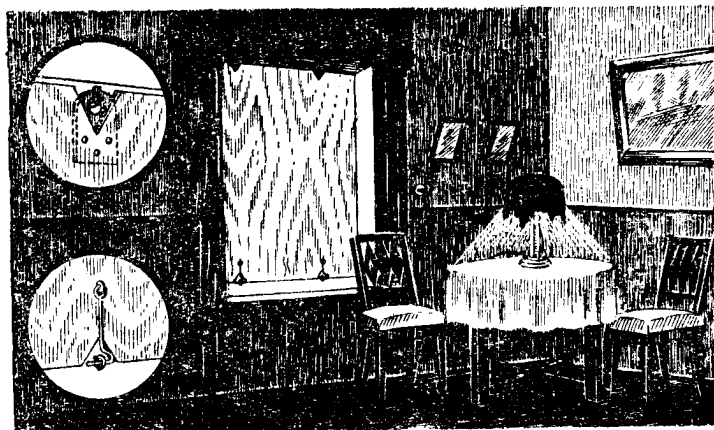

Рис. 24. Щит из фанеры
**Щиты** (рис. 24) могут быть сделаны из фанеры, картона, толя, рубероида, листового железа.